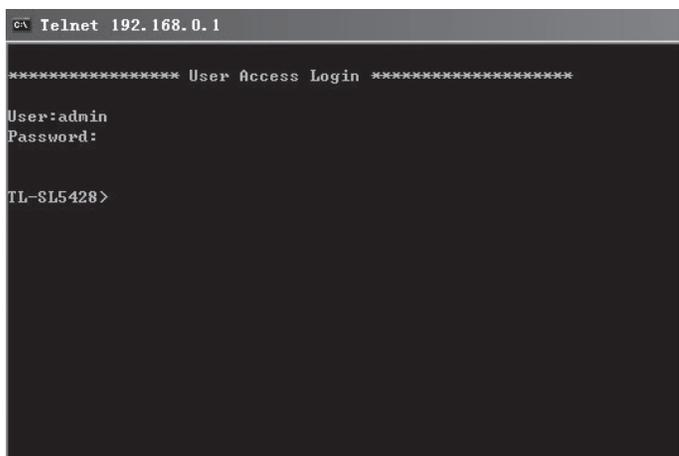

图4-12 登录交换机
4. 输入登录的用户名和密码 (默认值均为“admin”), 回车即可登录, 如图4-12。